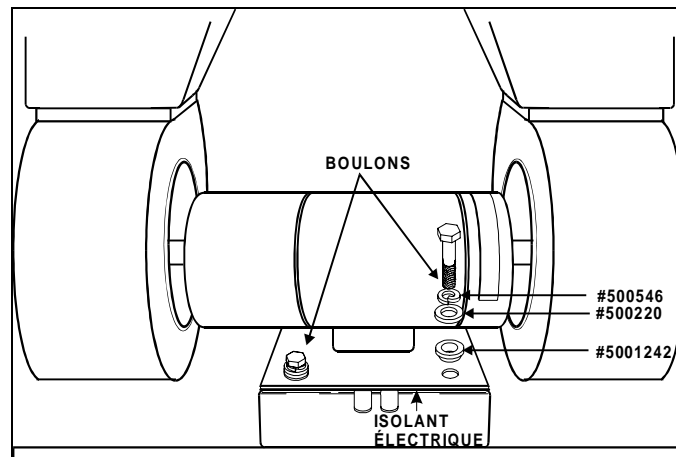
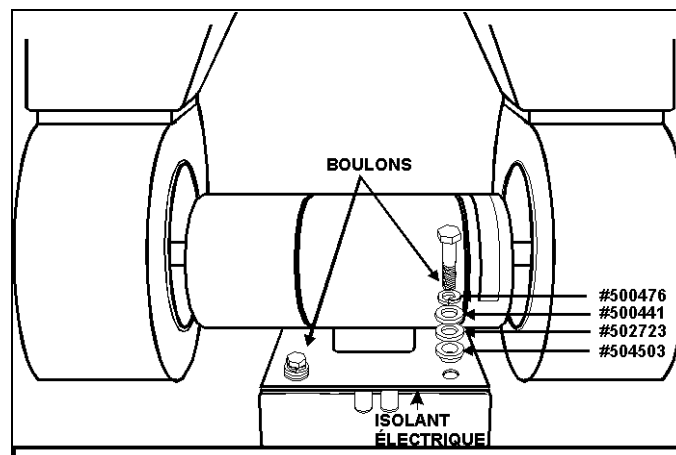

FIGURE 5: INSTALLATION AVEC BOULONS 9.5 mm (3/8")
FIGURE 6: INSTALLATION AVEC BOULONS 8mm (5/16") 22113
22. Coller l'isolant (Prevost #452896) sur la base du moteur (Fig. 5).
23. Pour les boulons 9.5mm (3/8"), agrandir les trous de la base du moteur évaporateur afin d'installer les rondelles. Réinstaller les boulons pour fixer le moteur évaporateur avec les rondelles dans l'ordre (voir Fig. 5). Pour les boulons 8mm (5/16"), réinstaller-les pour fixer le moteur évaporateur avec les rondelles dans l'ordre (voir Fig. 6).